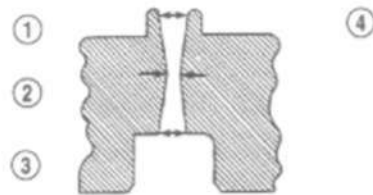

Рис. 7 Проверка износа клапанной втулки
- (3) Удалить слой копоти и нагара с внутренних поверхностей клапанных втулок, используя надежный очиститель втулок.
- (4) При помощи небольшого калибра для отверстий и микрометра замерить клапанные втулки в 3 точках: верхней, средней и нижней (Рис. 7). (см. п. 9-ДВИГАТЕЛЬ – СПЕЦИФИКАЦИИ). Если втулки не соответствуют спецификациям – замените их.